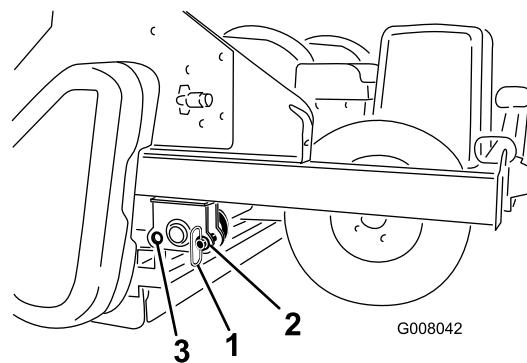

Figura 20
- Retire os pinos de armazenamento do orifício frontal e insira-os na posição do orifício traseiro durante a operação (Figura 20).